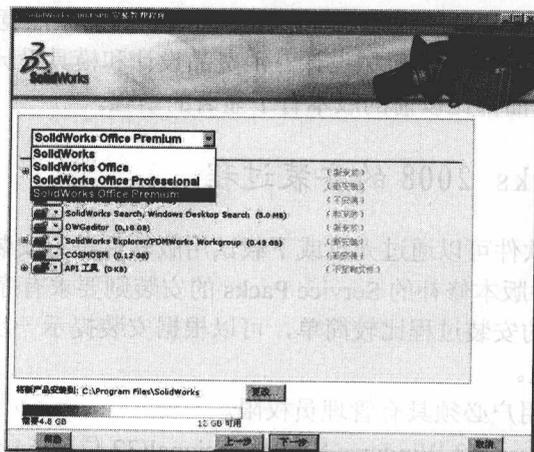

图 1-2 SolidWorks 2008 安装界面
(2) 按照安装界面的提示单击【下一步】按钮, 在如图 1-2 所示的安装界面上的下拉列表框中选择用户所需要的安装产品(SolidWorks、SolidWorks Office、SolidWorks Office Professional 或 SolidWorks Office Premium), 不同的产品决定了哪些功能和插件可供使用。